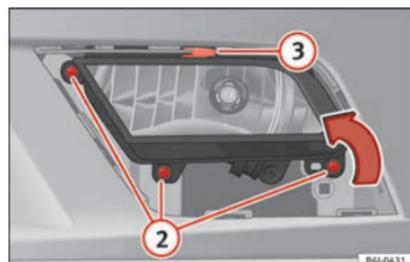

Fig. 105 Farol de nevoeiro.
- Retire os 3 parafusos » Fig. 105 ② para extrair o farol de nevoeiro.
- Retire o grampo metálico que se encontra na parte superior do farol de nevoeiro, puxando para fora do veículo » Fig. 105 ③.